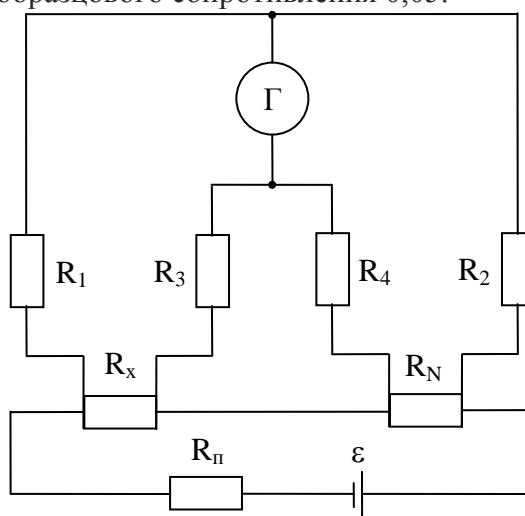

Рис. 6.
20. Равновесие двойного моста постоянного тока (рис. 6) имеет место при следующих значениях сопротивлений, из которых составлен мост: $R_1 = R_3 = 200 \text{ Ом}$, $R_2 = R_4 = 100 \text{ Ом}$, $R_N = 0,001 \text{ Ом}$. Сравняющим устройством является магнитоэлектрический гальванометр. Определите сопротивление R_x , при котором мост уравновешен.